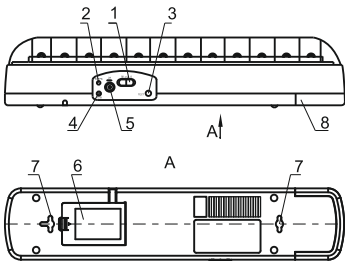

Рисунок 4 ДБА 3926
4.1.1 Светильник ДБА 3926 (рисунок 4)